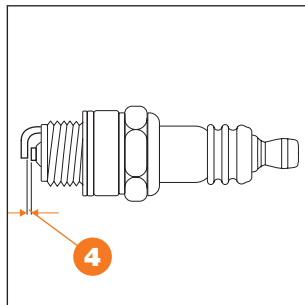

Рис. 27
- Расстояние между электродами должно быть: 0,7 - 0,8 мм ❹ (Рис. 27).